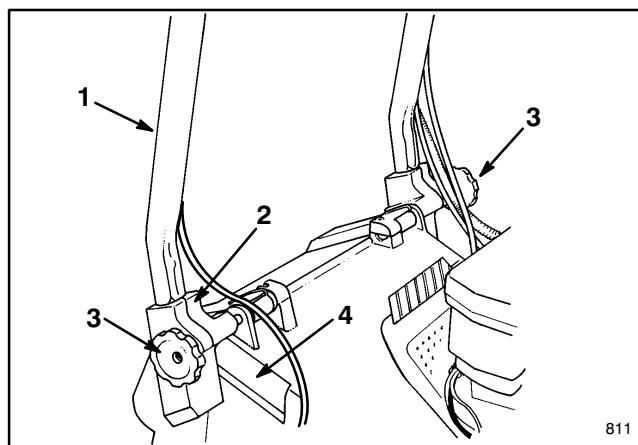
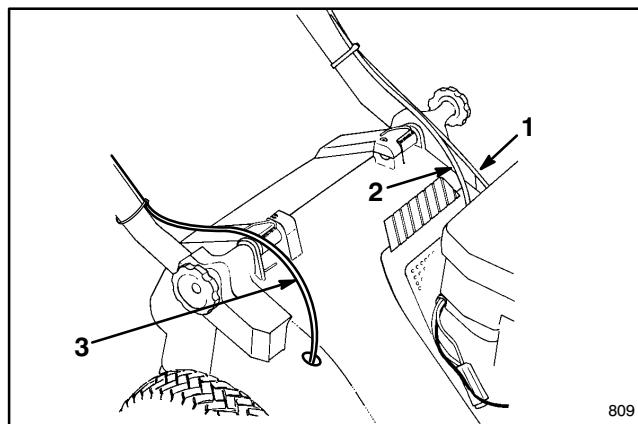

Abbildung 1
Abbildung 2
1. MONTAGE — Drehknöpfe auf der Gestängehalterung locken (Abb. 1).
3. Die Enden der Griffstange in die Locher der Gestängehalterung schieben bis sie sicher gehalten werden (Abb. 1). Sicherstellen, daß sich die Kabel über der Montagehalterung befinden (Abb. 2).
4. Den Griff und die Gestängehalterungen nach hinten schwenken bis die Rastklappen sicher in den Gehäuserasten gehalten werden (Abb. 2).